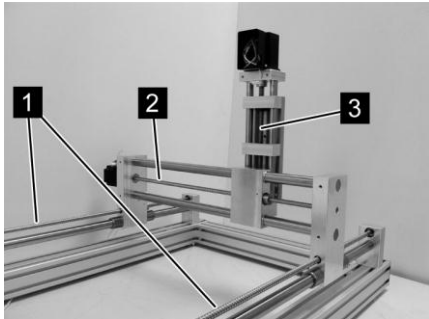

Abb. 24: Trapezgewindespindel
4. Trapezgewindespindel bzw. Kugelumlaufspindel der X-Achse (Abb. 24/1), der Y-Achse (Abb. 24/2) und der Z-Achse (Abb. 24/3) mit einem fusselfreien und mit Leichtlauffett benetzten Lappen gut einfetten.